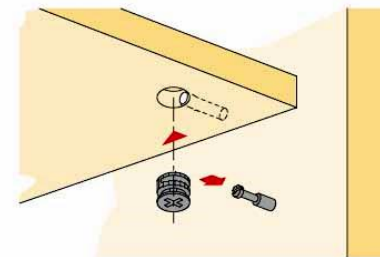

Рис.2 Схема установки стяжки эцентровой
4. Установить детали №13, №14 и №15 с помощью эксцентриков – В (см.рис. 2).